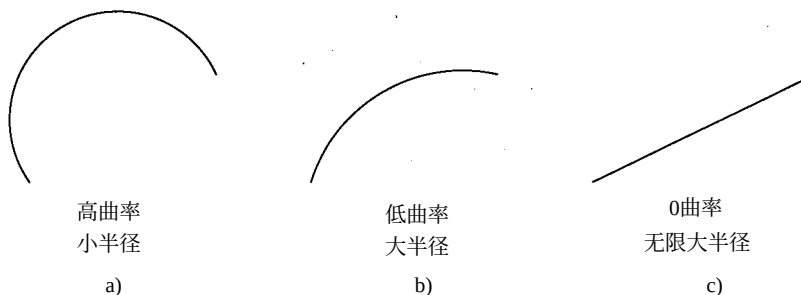

图 3-40
2) 每一个在曲线上的点有一个方向。该方向是曲线在这一点上的切线矢量, 垂直于曲线切线矢量的是法向矢量。每一段曲线有一个半径, 与曲线半径等效的变量被称为曲率。这样高曲率的曲线则有小的半径, 至于低曲率的曲线则有大的半径。曲线的曲率为 0 则是直线, 有一无穷大的半径 (见图 3-40)。